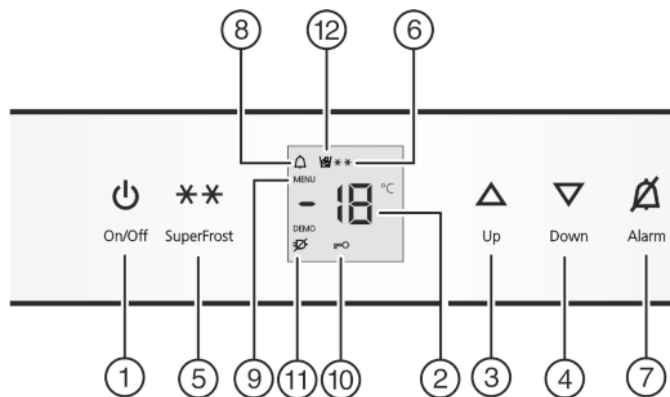

Fig. 2
- ▶ Apăsați tasta On/Off Fig. 2 (1).
- ▶ Activarea modului de reglare: Apăsați tasta SuperFrost Fig. 2 (5) timp de cca. 5 secunde.
- ▷ Simbolul Menu Fig. 2 (9) este aprins.
- ▶ Apăsați scurt tasta SuperFrost Fig. 2 (5) pentru confirmare. Atunci când pe afișaj apare **cl**:
- ▶ Pentru a porni protecția pentru copii apăsați scurt tasta SuperFrost Fig. 2 (5).
- ▷ Simbolul protecției pentru copii Fig. 2 (10) se aprinde. Pe afișaj se aprinde intermitent **c**. Atunci când pe afișaj apare **cd**:
- ▶ Pentru a opri protecția pentru copii apăsați scurt tasta SuperFrost Fig. 2 (5).
- ▷ Simbolul protecției pentru copii Fig. 2 (10) se stinge. Pe afișaj se aprinde intermitent **c**.
- ▶ Dezactivarea modului de reglare: Apăsați tasta On/Off Fig. 2 (1).
- ▶ Apăsați tasta Alarm Fig. 2 (7).
Totodată clipește și indicatorul de temperatură și simbolul Alarm Fig. 2 (8).
Avertizorul acustic este dezactivat automat, simbolul Alarm Fig. 2 (8) se stinge și indicatorul de temperatură încetează să mai clipească, atunci când temperatura revine la o valoare suficient de scăzută.
- Creșterea temperaturii: Apăsăți tasta de reglare Up Fig. 2 (3).